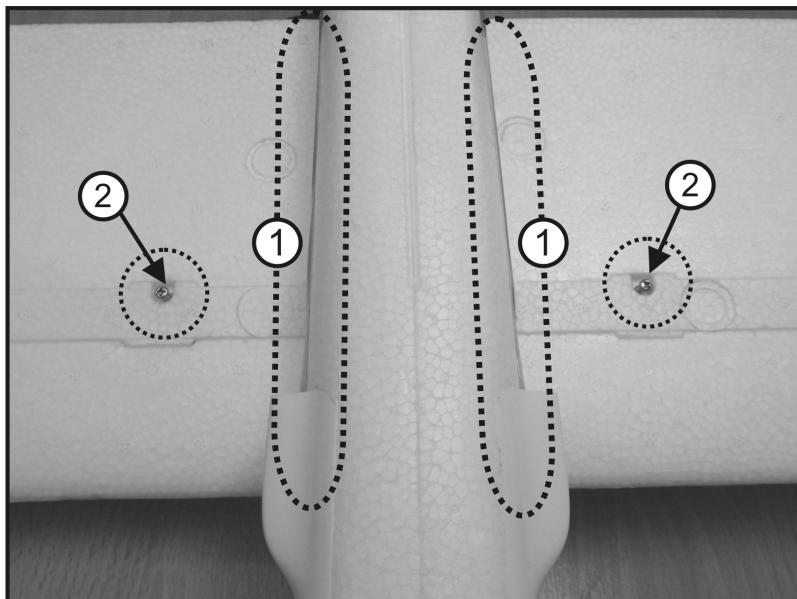

Bild 5
Schieben Sie hierzu in eine der Tragflächen (1) den mitgelieferten Tragflächenverbinder (2). Der Tragflächenverbinder wird später bei aufgesteckten Tragflächen durch je eine Schraube gesichert. Zur Montage des Tragflächenverbinder mussen diese Schrauben bei der Erstmontage eventuell etwas heraus gedreht werden (siehe Bild 5).